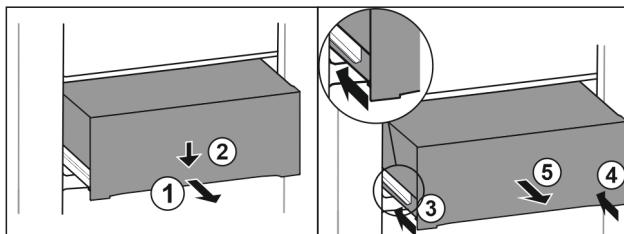

Fig. 77
- Витягніть ящик на половину. Fig. 77 (1)
- Спрямуйте висувний ящик вниз спереду. Fig. 77 (2)
- Вставте ліву рейку приблизно на 2 см. Fig. 77 (3)
- Вставте праву рейку приблизно на 2 см. Fig. 77 (4)
- Вийняти висувний ящик рухом вперед. Fig. 77 (5)